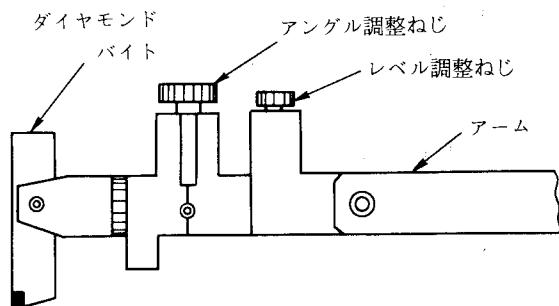

図2-3 保持具(タング)
- (4) スカイフ面上にダイヤモンド砥粒を塗りつけ、鋳鉄製ローラ等でスコアリング溝に押し付ける。
- (5) ダイヤモンドバイトを保持具（タング）に確實に取り付ける（図2-3）。